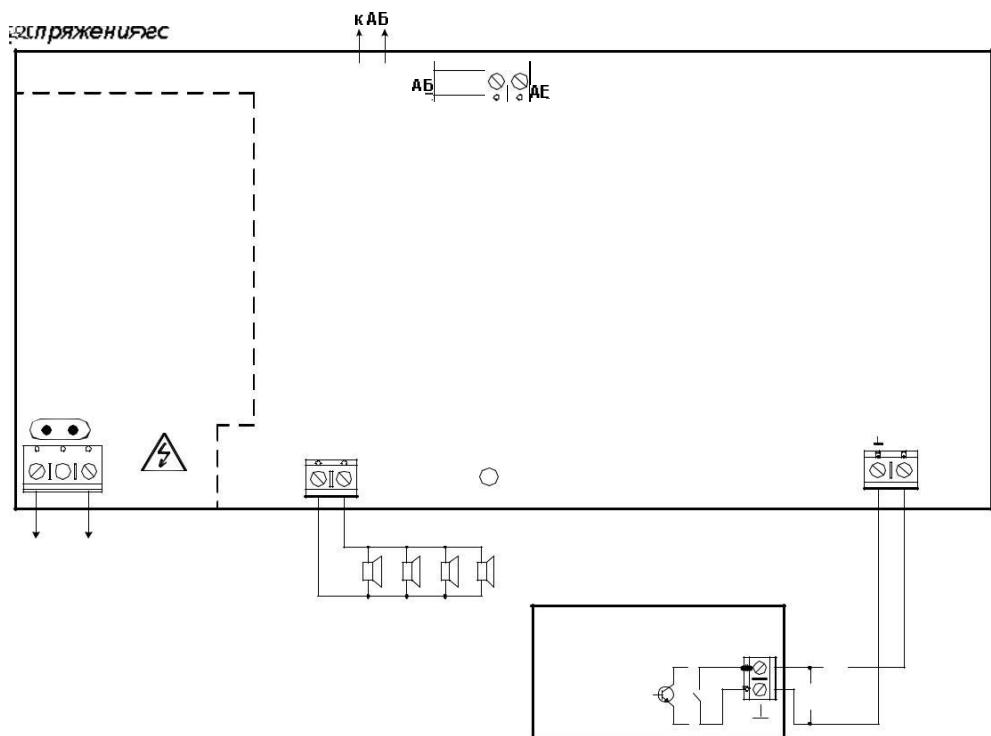

Рис. 1 Схема внешних подключений прибора «Рокот»
- Вход подключения ЛУ используется для перевода прибора в режим тревожного оповещения. Характеристики входа управления приведены в разделе 2.4. ЛУ контролируется непрерывно в дежурном режиме. В режиме тревожного оповещения контроль производится во время пауз между речевыми сообщениями. ЛУ со стороны управляющих контактов должна быть нагружена на два последовательно включенных резистора сопротивлением по 3,9 кОм. (см. рис.1). Для
- Выход подключения ЛО. К линии оповещения может быть подключено от одной до четырех АС (см. рис.1). Характеристики выхода приведены в разделе 2.5.
Вход в режим возможен из дежурного режима при длительном (более 4 секунд) нажатии кнопки «ТЕСТ». Для защиты от несанкционированного доступа посторонних лиц предусмотрена блокировка кнопки «ТЕСТ» с помощью перемычки J1, размещенной на плате контроллера прибора (см. рис. 1). При замкнутой перемычке J1 переход в тестовый режим заблокирован.
ВНИМАНИЕ! На плате контроллера прибора на участке, показанном на рис. 1 штиховой линией присутствует напряжение ~220 В.
В источнике питания прибора используется самовосстанавливающийся предохранитель FU1 (рис.1).
Схема подключения к прибору ЛО и АС приведена на рис. 1 раздела 10.
Перемычки, позволяющие выбрать тактики использования линий управления и оповещения, установлены на плате контроллера прибора (см. рис.1) и доступны после вскрытия его корпуса.
- К клеммам «220В» платы прибора подсоедините кабель сетевого питания (см. рис.1). Подключите прибор к сети ~220 Вт 50 Гц. Индикатор «Сеть/Резерв» должен загореться зеленым цветом.